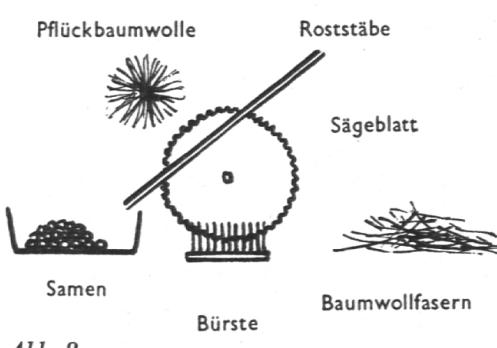

Abb. 8
**Entkernung:** Sogleich nach der Ernte müssen die Baumwollsamen von den Fasern getrennt werden. Die ölhaltigen Samen würden sonst innert kurzer Zeit verderben und dabei auch die Fasern schädigen. Das Entfernen besorgt die Sägeentkernungsmaschine. (Abb. 8.) Zahlreiche rotierende Sägeblätter mit